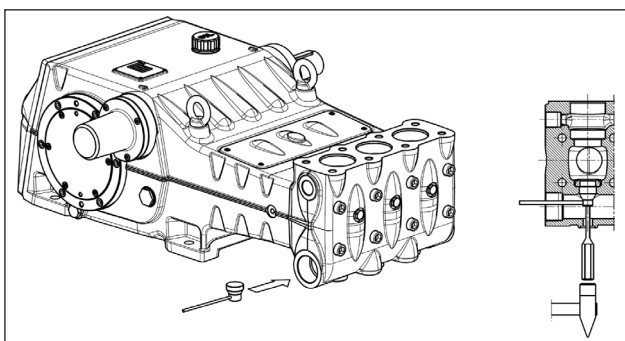

Fig. 113
En caso de dificultad para extraer el grupo de la válvula de aspiración (por ejemplo, si se han formado depósitos debidos a largos periodos de inactividad de la bomba) utilizar el extractor cód. 27516200 (para LK36-LK40-LK45) o cód. 27516300 (para LK50-LK55-LK60) (pos. ①, Fig. 113) y actuar como se indica a continuación.